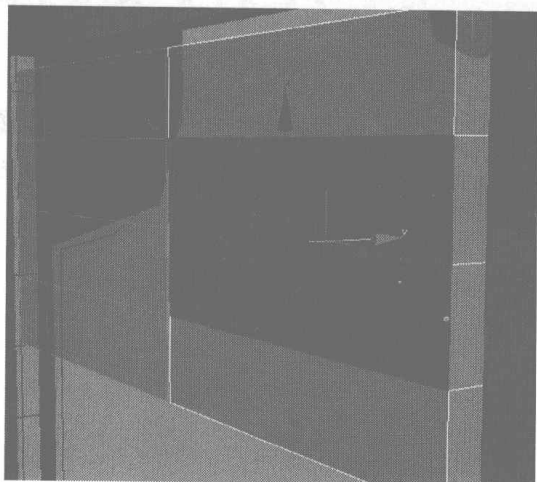
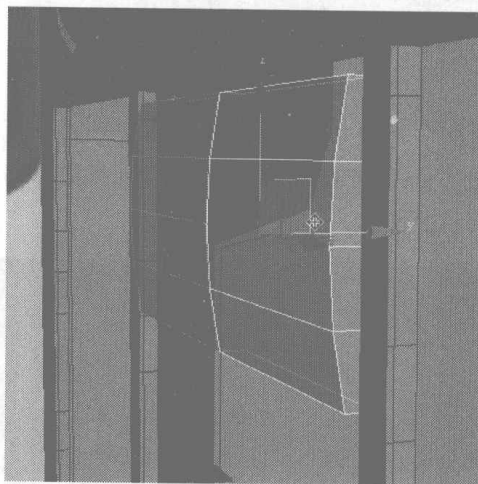
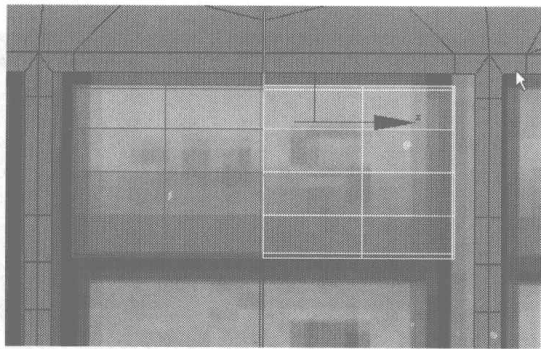

图 4.579
图 4.580
图 4.581
- 40** 选择挤压面上如图 4.579 所示的面, 在 Perspective 视图中沿 Y 轴向外移动该面, 调整出凸面, 如图 4.580 所示, 然后再用 Connect 命令为按钮适当添加一些细分线, 使按钮棱角边缘圆滑显示, 效果如图 4.581 所示。